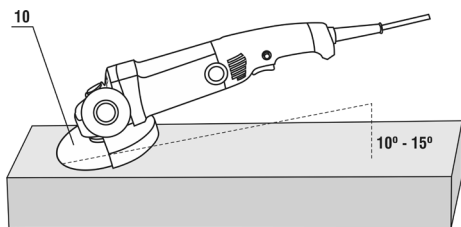

Fig. 10 — Ángulo correcto de esmerilado
- d. Asegure la máquina en un ángulo de 10° a 15° en relación a la superficie a ser trabajada, Fig. 10. Si el ángulo fuera menor que el recomendado, el trabajo realizado con la herramienta será más difícil de controlar y forzará demasiado el equipo. Si el ángulo fuera mayor que el recomendado la calidad del trabajo quedará comprometida con muchas rugosidades en la superficie trabajada.